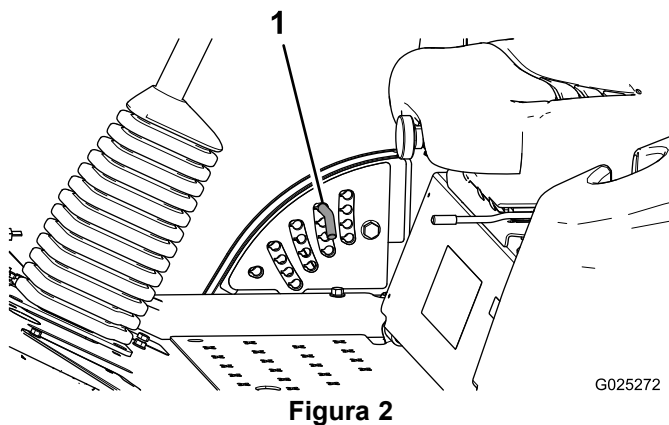

Figura 2
2. Per eseguire una regolazione, girate la spina di arresto fino a quando la protuberanza sulla medesima non si trova allineata con gli intagli previsti nei fori della staffa dell'altezza di taglio, quindi rimuovetela (Figura 2).
3. Nella staffa dell'altezza di taglio scegliete un foro corrispondente all'altezza di taglio richiesta, inserite la spina e bloccatela per mantenere questa posizione (Figura 2).
Nota: Vi sono quattro file di fori di posizionamento (Figura 2). La fila superiore fornisce l'altezza di taglio elencata sopra la spina. La seconda fila fornisce l'altezza elencata più 6 mm. La terza fila fornisce l'altezza elencata più 13 mm. La fila inferiore fornisce l'altezza